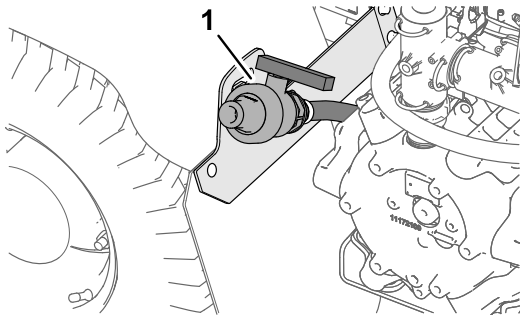

Figura 84
2. Localice la válvula de vaciado del depósito, situada en el guardabarros trasero izquierdo de la máquina (Figura 84).